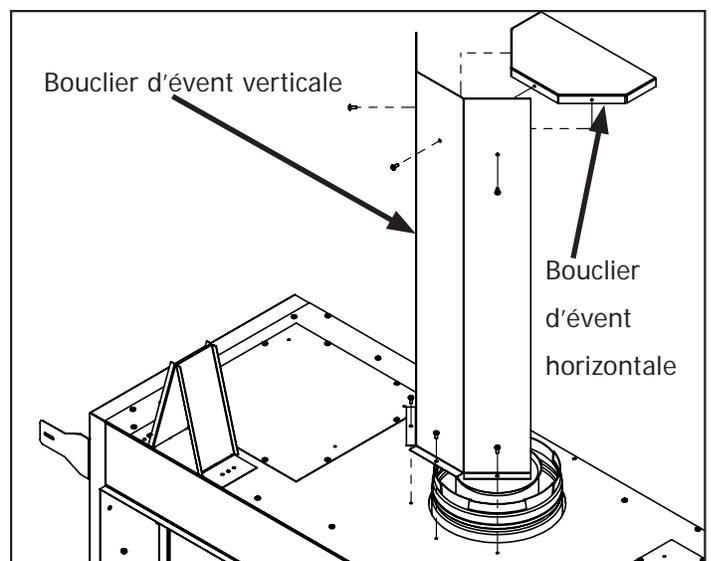

Figure 38: Installation du bouclier d'évent
**IMPORTANT:** Toutes les installations doivent avoir une certaine variation de blindage d'évent. Toutes les installations vertical doivent inclure le bouclier d'aération verticale. Le blindage d'évent horizontale est installés pour la configuration d'évent horizontale minimale. Voir Figure 38 pour l'installation de la blindage. Des vis sont installées dans l'armoire et le blindage d'aération horizontal. Utilisez un tournevis T-20 ou perceuse à retirer les vis puis installer les protections.